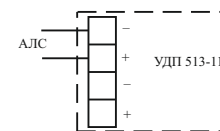

Рисунок 3
6.9 Подключить провода АЛС к клеммным соединителям (положительный провод АЛС – к клеммным соединителям с маркировкой «+», отрицательный – к клеммным соединителям с маркировкой «-») (рисунок 3). УДП подключается к прибору при помощи двухпроводной АЛС с номинальным сечением проводов от 0,35 до до 1,5 мм².